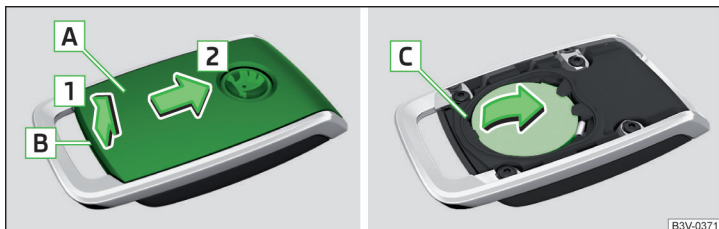

Abb. 244 Funk-Fernbedienung: Batterieabdeckung
- › Mit einem dünnen Schlitzschraubendreher die Abdeckung **A** im Bereich **B** lösen » Abb. 244.